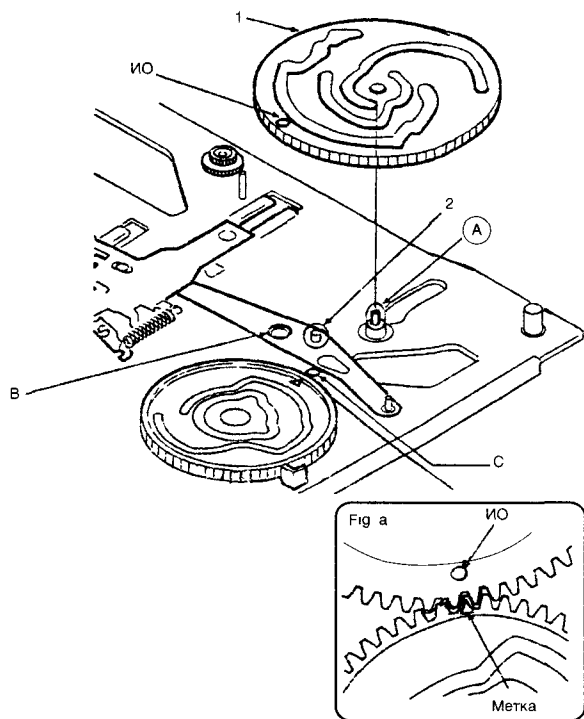

Рис. 5. Удаление программной шестерни
Этап 4 – удаление программной шестерни производят после выполнения предыдущих операций, ориентируясь на рисунок 5. Перед установкой программной шестерни на ось А следует нанести густую смазку SG-055G, затем поворачивают шестерню программного переключателя (1) таким образом, чтобы идентификационное отверстие (ИО) на нем совпало с соответствующим отверстием на шасси С (см. Fig. a, то же относится и к идентификационному отверстию В на рычаге GL (2). Программную шестерню устанавливают таким образом, чтобы идентификационное отверстие на ней совпало с меткой на шестерне программного переключателя (см. Fig. a). Правильность установки деталей может быть проверена визуально с обратной стороны шасси.